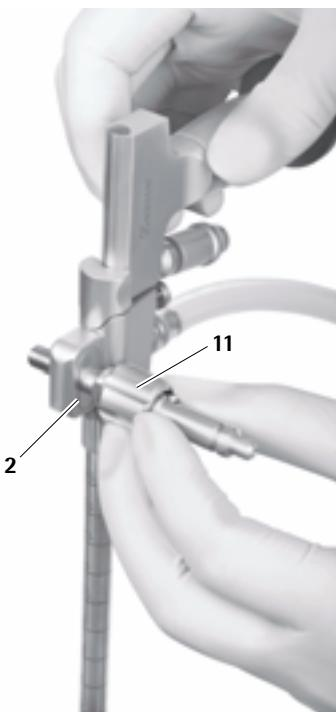

Fig. 18
- Placera fästarmsadaptersnittet **11** valfritt på höger eller vänster sida av så att flänsen passar in i det där för avsedda spåret **2** för fästning av fästarmen, se Fig. 18.